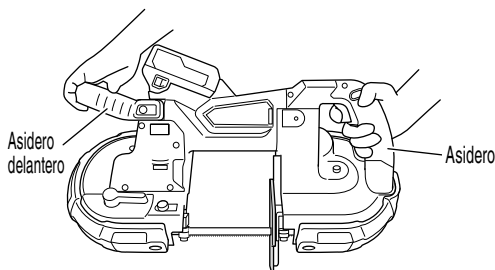

Fig. 1
1. Siempre agarre la herramienta firmemente con las dos manos por el asidero y el asidero delantero (ver Fig. 1). No toque la parte metálica.